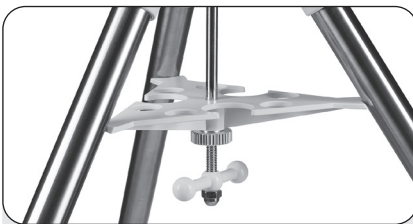

Abb. 3: Das Stativ
2. Feststellen der Stativbeine. Ziehen Sie die Beine so weit wie möglich auseinander (Abb. 3).